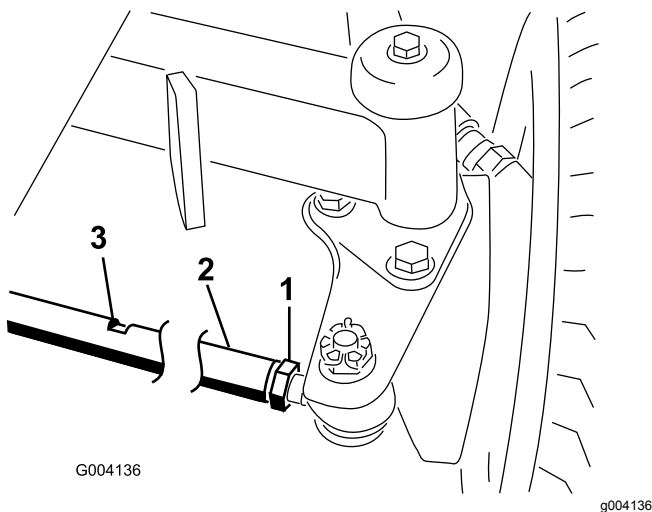

Bild 81
2. Lösen Sie die Klemmmutter an jedem Ende der Zugstange (Bild 81).